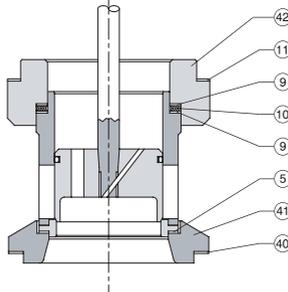

Fig. 3 - Interno reduzido
5.3.5 Coloque a junta da gaiola (9), junta espiralada (10) e junta do corpo (11) sobre a gaiola. Para válvula com interno reduzido (fig. 3) coloque a junta da gaiola (9), junta espiralada (10) e outra junta da gaiola (9) sobre a gaiola, monte o adaptador da gaiola (42) e coloque a junta do corpo (11) sobre o adaptador da gaiola.